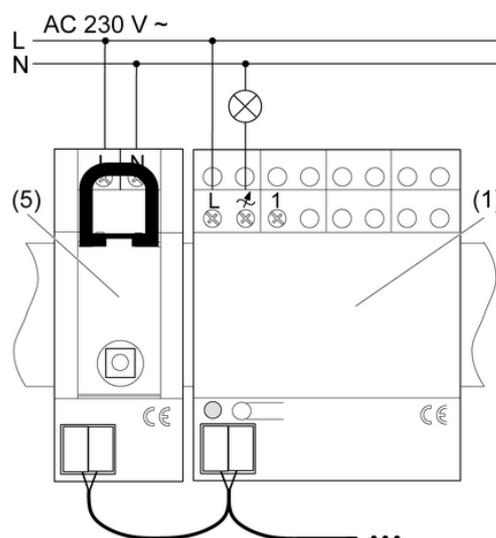

Figure 2: Raccordement du variateur (1) au récepteur radio REG (5)
- Relier le variateur à la borne de raccordement (4) via un câble bus avec le récepteur radio REG (5) ou avec d'autres acteurs radio (figure 2).